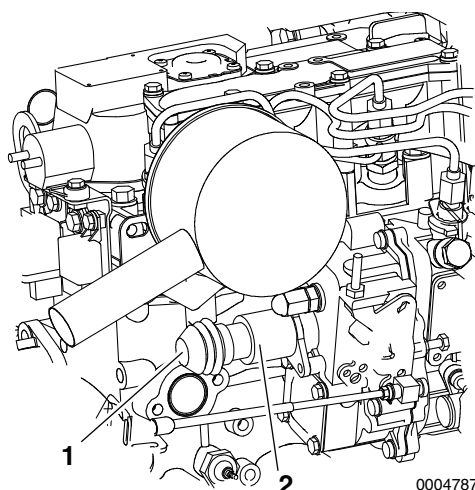

Figura 4
Si el motor no puede apagarse mediante el interruptor de parada en el panel, detenga el motor pulsando el botón **(Figura 4, (1))** en la parte posterior de la parada solenoide **(Figura 4, (2))**.